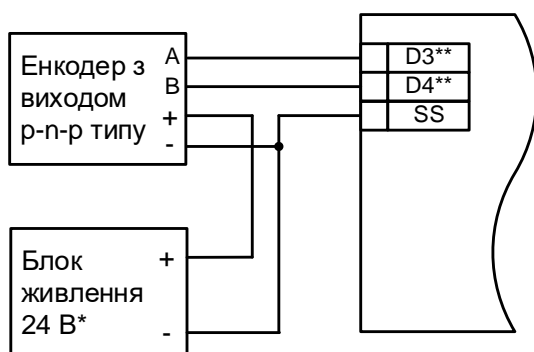

Рисунок 5.9 – Схема підключення еncoderів р-п-р типу
- АВ енкодер типу p-n-p (див. рисунок 5.9);